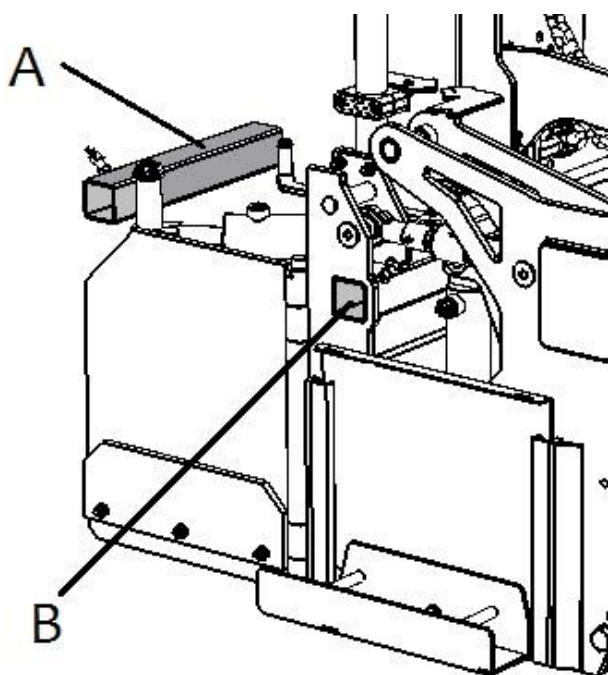

Рисунок 8
Для использования системы автоматического управления устройством LEVELKING LK над шнуром, кромкой (точка отсчета) или поверхностью (например, бордюрного камня) вставить ультразвуковой датчик Tri-Sonic LK-MUS-1300 * (C) вместе с держателем (D) в соответствующее место с левой или правой стороны (зависит от того, где находится шнур или кромка) устройства Levelking LK (см. рисунок 8 или 9).